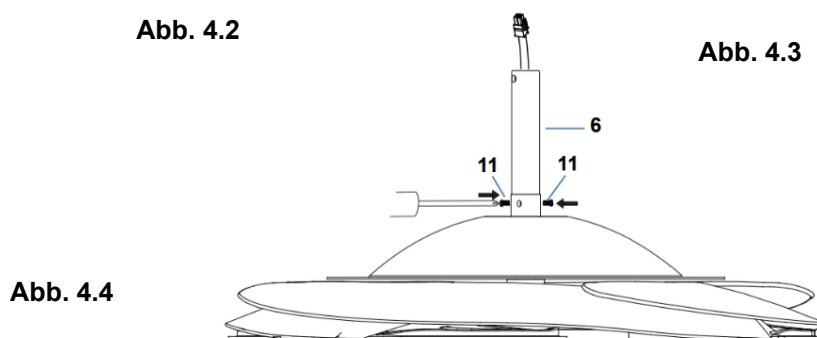

Abb. 4.4
5. Sichern Sie die Deckenstange (6), indem Sie die Befestigungsschrauben (11) anziehen. (Abb. 4.4)